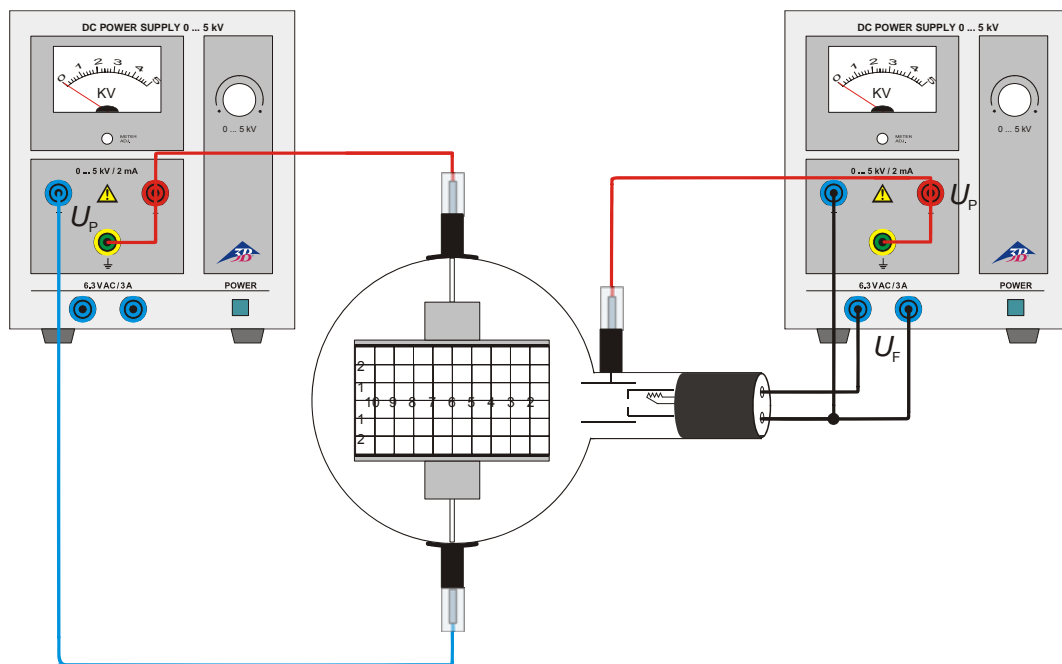

Fig.3 Desvio elétrico
• Montagem da experiência conforme fig. 3.